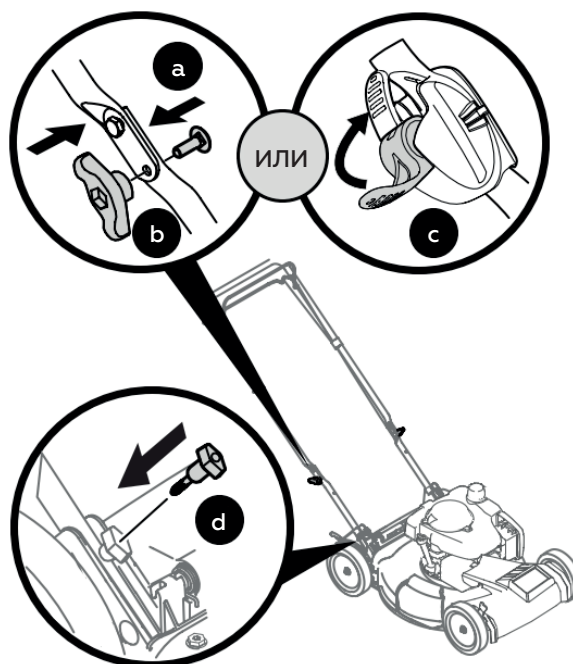

Рис. 4
- Установите на место гайки-барашки (a) и болты крепления (b), удаленные в п. 2, в нижние отверстия рукоятки или заблокируйте фиксаторы (c) (рис. 4).
- Вставьте болты (d), удаленные в п. 4, в отверстие кронштейна и нижней рукоятки (рис. 4) и плотно затяните их.